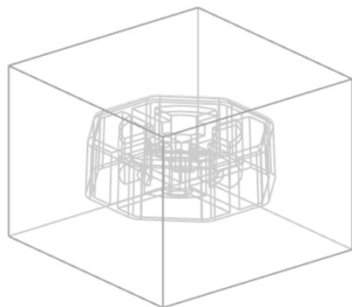
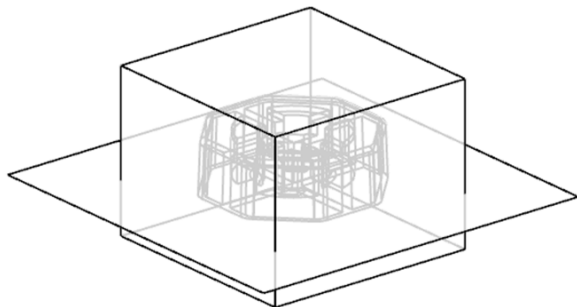

图3-19 创建工件
图3-20 分型面稍大于工件
(34) 单击“完成”按钮，在【工件】对话框中“开始距离”设为-10 mm，“结束距离”设为40 mm。
(35) 单击“确定”按钮，创建工件，如图3-19所示。
(36) 单击“设计分型面”按钮，在【设计分型面】对话框中系统默认分型面为“扩大曲面”。
(37) 拖动分型面上的控制点，使分型面稍大于工件，如图3-20所示。